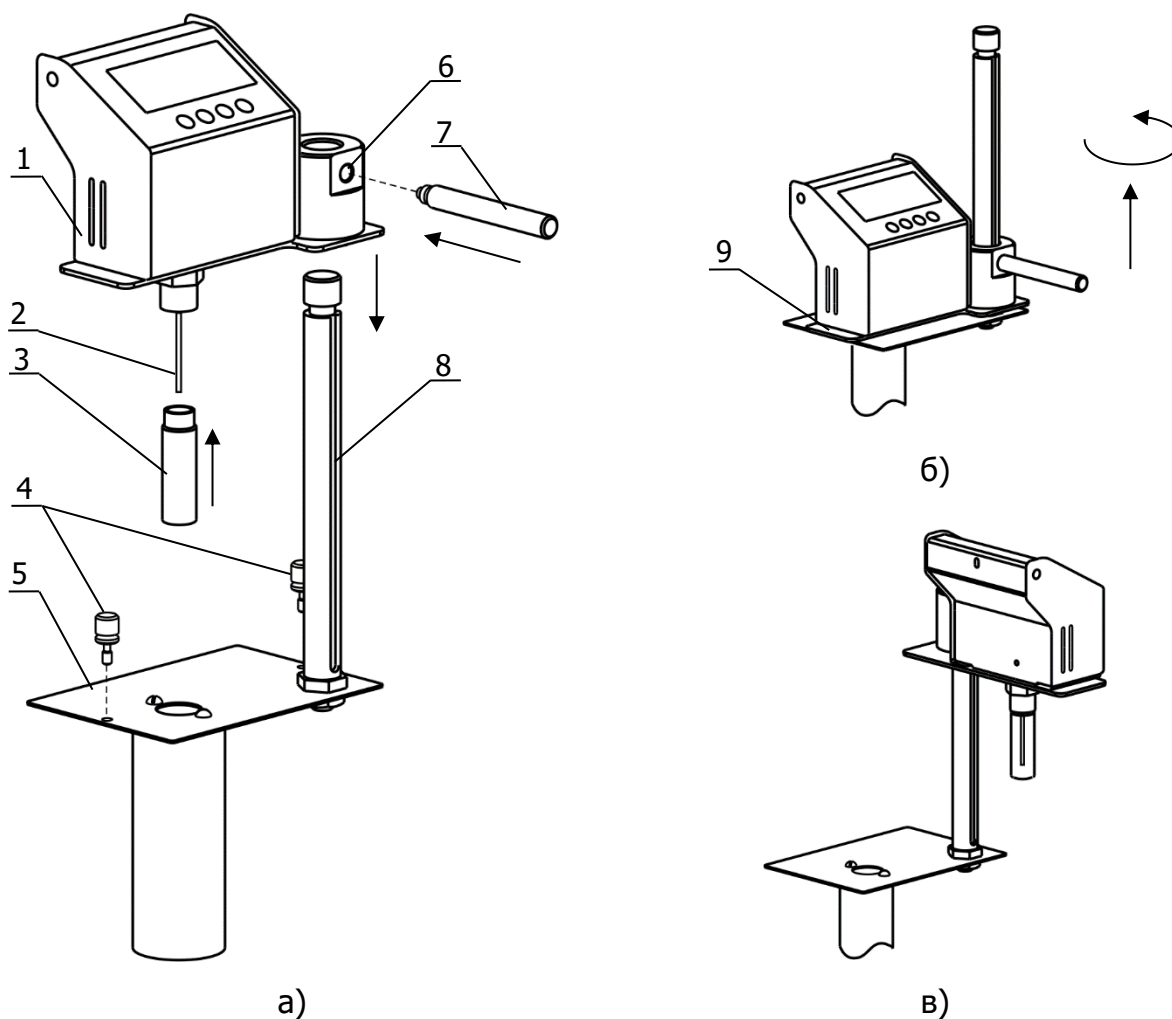

Рисунок 2 — Подготовка установки к работе
- основание 5 (рисунок 2а) установить в ванну криостата и закрепить его винтовыми фиксаторами 4;
2.2.4 Перевести электронный блок из нижнего положения (рисунок 2б) в верхнее (рисунок 2в). Для этого, используя рукоятку 7, поднять электронный блок вверх до упора и повернуть вправо на 90° до фиксации его положения. Для облегчения подъема, придерживать свободной рукой электронный блок за выступ 9. Для перевода электронного блока в нижнее положение выполнить указанные действия в обратном порядке.
2.9.1 Снять защитную вилу 3 (рисунок 2а) и установить на ее место вилу с растворителем.
2.9.2 Перевести электронный блок в нижнее положение, повернув его за рукоятку 7 (рисунок 2а) влево на 90° и опустив вниз до упора.
2.9.5 Перевести электронный блок в верхнее положение, подняв его вверх и повернув рукоятку 7 (рисунок 2а) вправо на 90° до фиксации.
2.10.1 Снять защитную виалу 3 (рисунок 2а) и установить на ее место виалу с раствором.
2.10.2 Перевести электронный блок в нижнее положение, повернув его за рукоятку 7 (рисунок 2а) влево на 90° и опустив вниз до упора.
2.10.5 Перевести электронный блок в верхнее положение, подняв его вверх и повернув рукоятку 7 (рисунок 2а) вправо на 90° до фиксации.